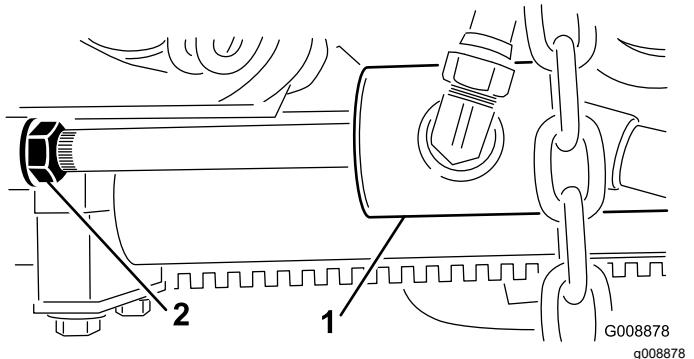

Figure 13
- Desserrez l'écrou de blocage sur le vérin (Figure 13).